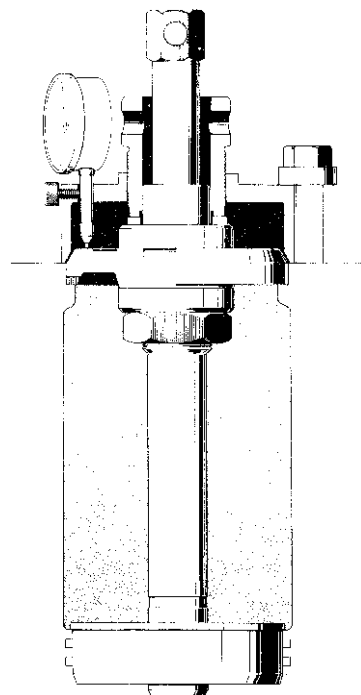

Fig. 60. Verktyg för renovering av foderläge
3. Montera O-ringarna vid nedre cylinderfodertätningen och placera styrningen till fräsverktyget i foderläget, fig. 60. Se till att kragen på styrningen går fri för mellanväggen i blocket.
5. Anbringa en indikatorlocka enligt fig. 60 och skruva ned matarhylsan så att den trycker lätt mot fräsen. Använd ett T-handtag (ej spärrhandtag) försett med ledknut och en hylsa för vridning av fräsen. Vrid fräsen något så att hålkärslradien längst ned i foderläget avlägsnas. Kontrollera att matarhylsan trycker lätt mot fräsen och nollställ indikatorlockan. Nollställning och avläsning bör ske vid samma läge på fräsen. En färgmärkning intill det slipade planet på fräsens ovansida ger säkrare "avläsningsläge".